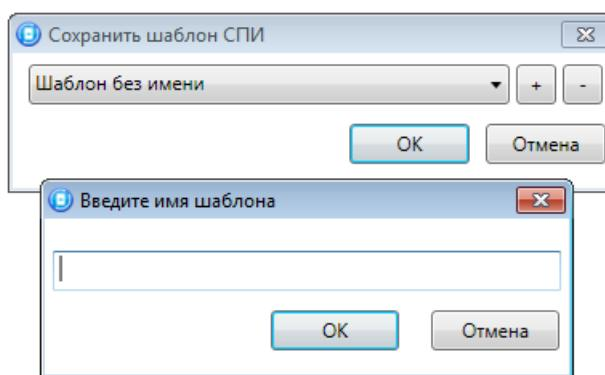

Рисунок 4.50 — Сохранение шаблона
- **Сохранить шаблон настроек:** открытие окна *Сохранить шаблон СПИ* (см. рисунок 4.50), с помощью которого может быть сохранена конфигурация ПОО контроллера в качестве шаблона.